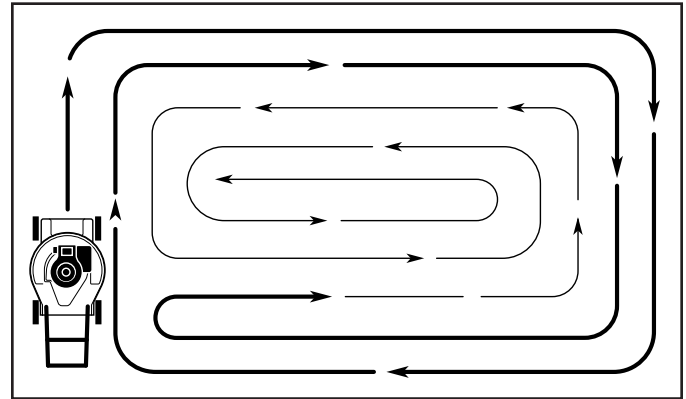

FIG. 10
- Si las segadoras de descarga lateral cortan en una dirección contraria a las manillas del reloj, si se empieza en la parte de afuera del área que se va a cortar, se repartirán los recortes del césped en forma más pareja y el motor se cargará menos. Para evitar que los recortes caigan en los senderos, en las flores, etc., haga los primeros cortes en la dirección de las manillas del reloj (Vea Fig. 10).